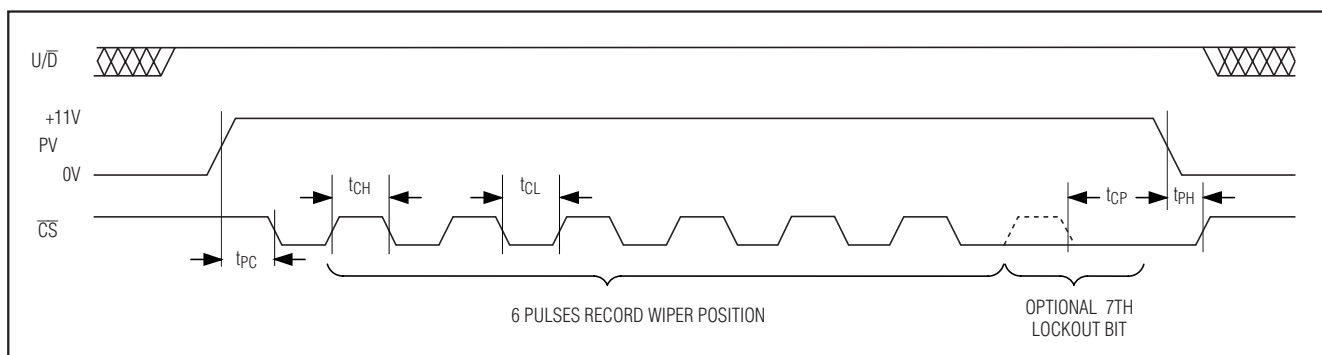

图5. 一次性编程模式，串口时序图
上电后，使用PV 一次性编程时序可改变滑动端上电位置（见图5）。设置滑动端至所需的上电位置后，执行如下的六步操作：
- 4b) 提供七个周期的 \overline{CS} 脉冲，其中 \overline{CS} 从低电平开始，高电平至少持续 t_{CH} ，低电平至少持续 t_{CL} ，改变滑动端的上电位置，并将滑动端锁定在同一位置上。第七个 \overline{CS} 脉冲在图5中标记为可选锁定位。